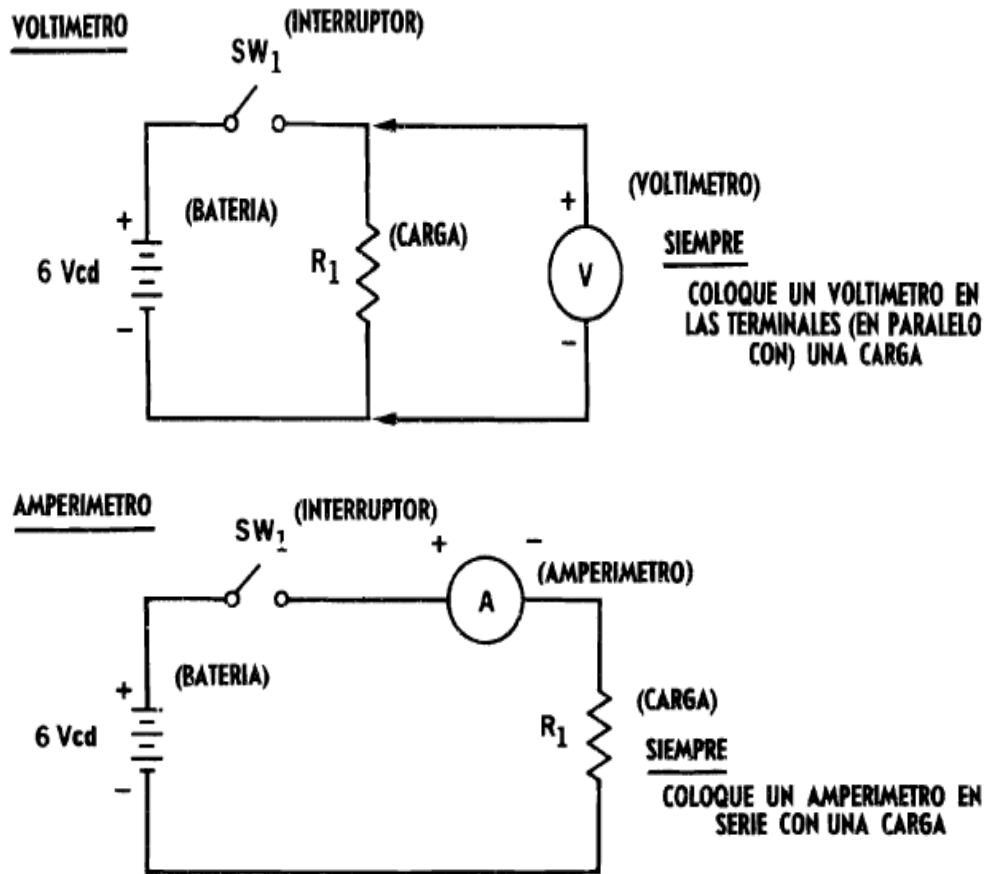

Figura 1.2
- Observe la figura 1.2 para ver cómo se conectan los medidores. Con ayuda del instructor, establezca los circuitos anteriores usando la fuente de energía en lugar de la batería de seis volts que se muestra. Fomente el hábito de conectar la terminal central del interruptor (brazo del interruptor) a la fuente de energía.